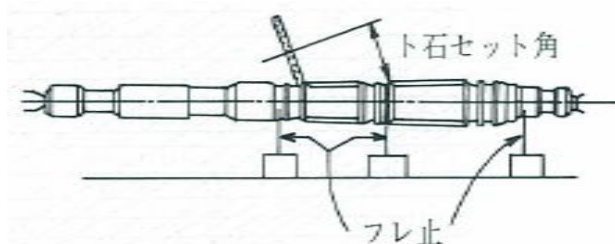
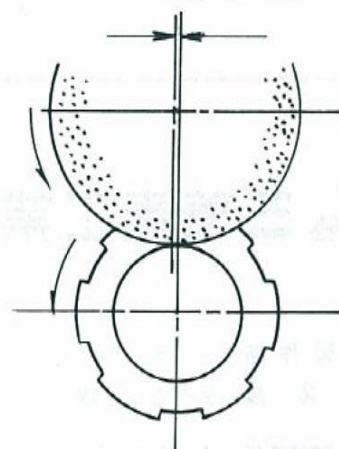

図1
図2
- (1) ブローチはセンタに取付け、振れ止めを用いる。(図1)
- (2) 砥石径はブローチ径の2~3倍のものを使用する。
- (3) 砥石の周速は1,300m/min以上を目安とする。
- (4) ブローチと砥石の中心を若干ずらす。(図2)
- (5) 砥石のセット角を求める。(注)
- (6) すくい角、刃底のRのチェックを専用ゲージを用いてチェックする。
- (7) 切粉がスムーズに流れるように、すくい角と刃底部等に段がつかないようにする。
- (8) すくい面の面粗さは3.2S以下(目標1.6S)とする。
- (9) 荒刃では、1刃の取り代を一定に保つため、荒刃全体の刃付け量を均一にする。
- (10) 切れ刃に溶着があれば、刃付け前にあらかじめ油砥石などで手入れ除去しておく。